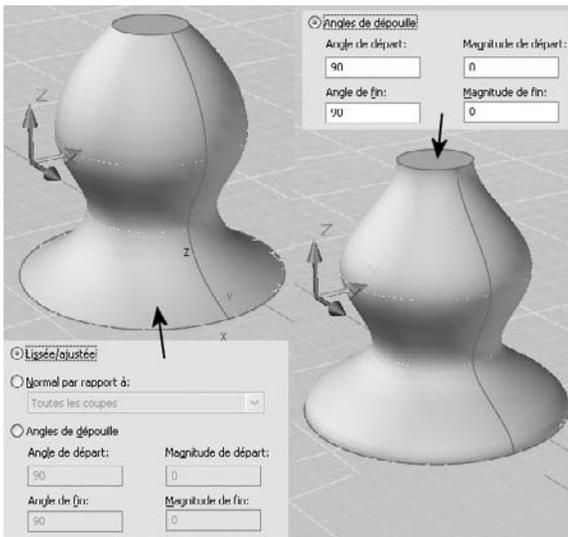

Fig.18.25
- ▶ **Angles de dépouille** (Draft angles) : détermine l'angle et la magnitude de dépouille de la première et de la dernière coupe de la surface ou du solide lissé. Cet angle donne la direction de début de la surface (fig.18.25).